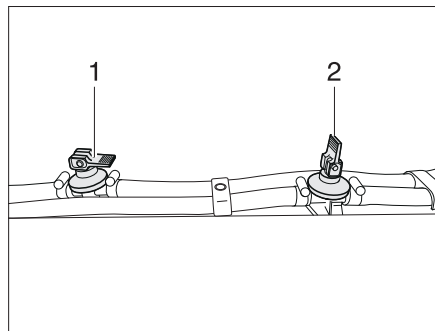

Fig. 266 Llave de desagüe
- Cerrar todas las llaves de desagüe. Colocar para ello el balancín (Fig. 266,1) en posición horizontal.